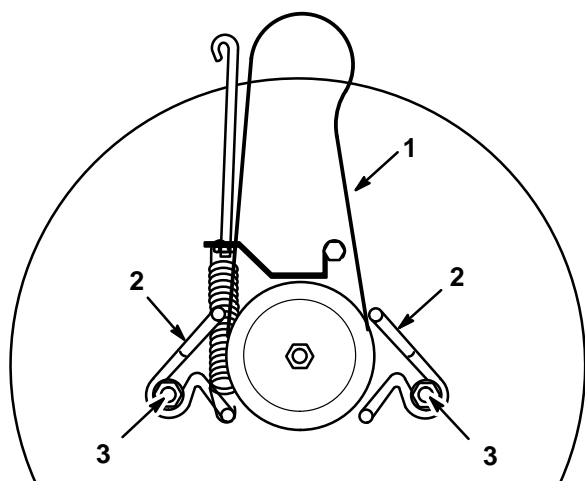

Abbildung 45
2. Die Halteschrauben der Riemenführungen lösen und die Riemenführungen von der Riemenscheibe wegschieben (Abb. 45).
1. Den neuen Riemen an der Schnittmesserriemenscheibe und in beiden Riemenführungen anbringen (Abb. 45).
2. Die Riemenführungen so einstellen, daß sie 3 mm (1/8") von der Riemenscheibe entfernt sind, und die Halteschrauben anziehen (Abb. 45).